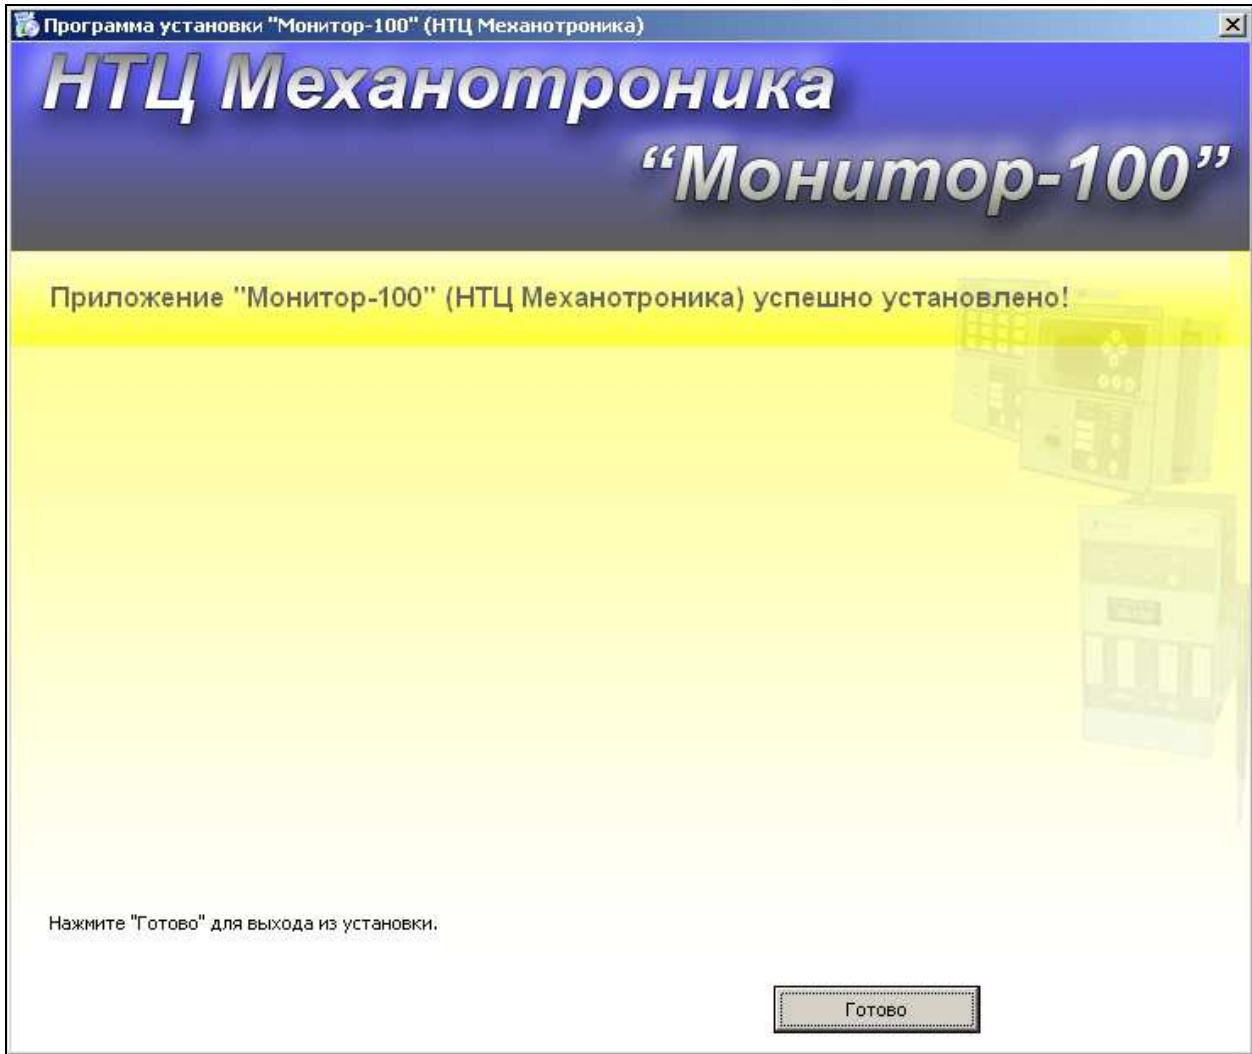

Рисунок 12
2.2.4.1 После установки ПрО «Монитор-100» откроется диалоговое окно завершения установки (см. рисунок 12). Нажать кнопку «Готово».